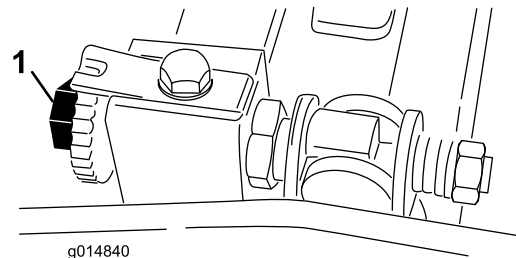

Figura 47
3. Gire el molinete hasta que una cuchilla cruce el filo de la contracuchilla entre la cabeza del primer tornillo de la contracuchilla y la cabeza del segundo tornillo, en el lado derecho de la unidad de corte (Figura 47).
6. Gire el tornillo de ajuste derecho de la barra de asiento hasta que note una ligera presión (resistencia) en el suplemento al moverlo de un lado a otro (Figura 47).